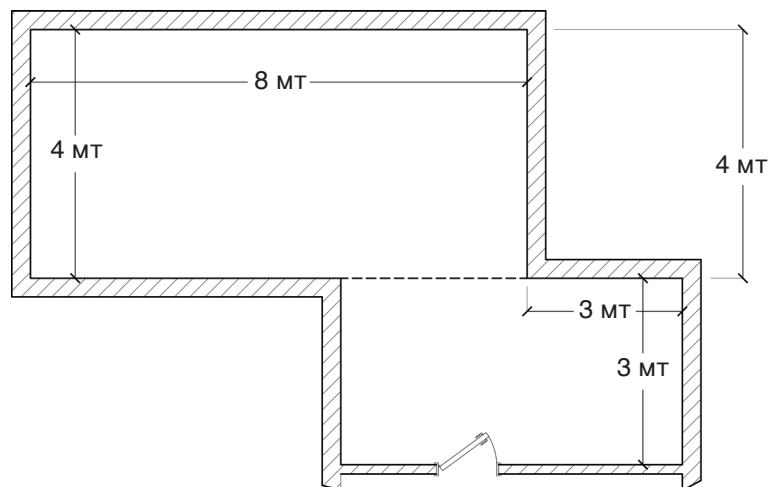

Рисунок 2: Пример размещения разделительного шва.
- В помещениях с резким изменением конфигурации и размеров пола (см. рисунок 2).